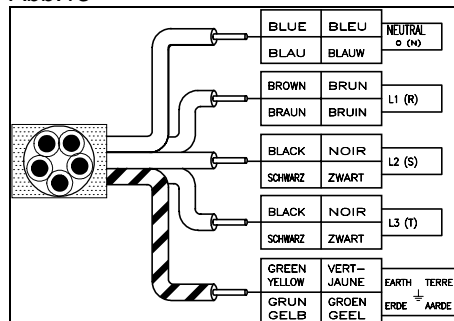

Abb.14
- 400 V3N~ (5- adriges Kabel) Abb.14